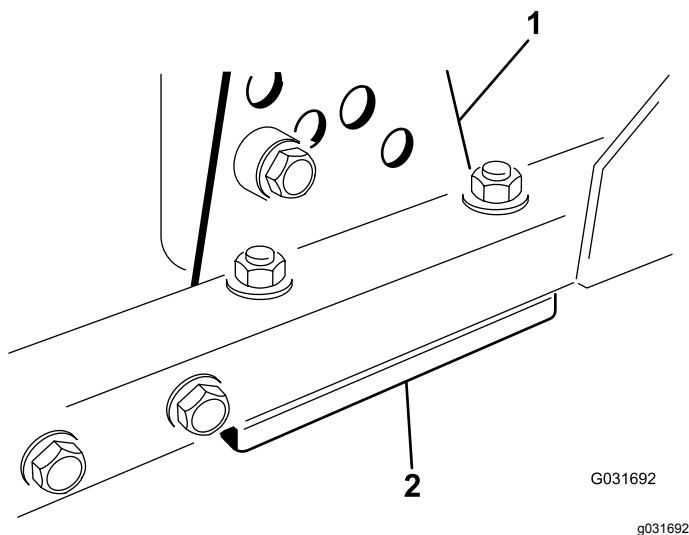

Figura 63
1. Retire o suporte da altura de corte (frente, esquerda ou direita) da estrutura da plataforma (Figura 63).
2. Ajuste os calços de 1,5 mm e/ou de 0,7 mm entre a estrutura da plataforma e o suporte para obter a definição de altura pretendida (Figura 63).